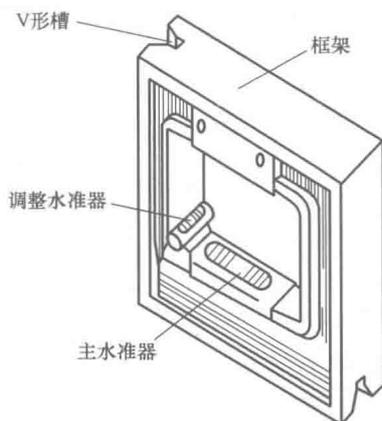

图 0-18 框式水平仪
(8) 水平仪 水平仪是用来测量小角度的精密量具，主要用来测量平面对水平面或垂直面的位置误差，也可以在设备安装和调试时检验机床相互平行的表面之间的平行度误差、相互垂直的表面之间的垂直度误差以及微小的倾角等。图 0-18 所示为常用的框式水平仪，由框架、主水准器和调整水准器组成，框架的测量面上制有 V 形槽，以方便测量圆柱形的表面。